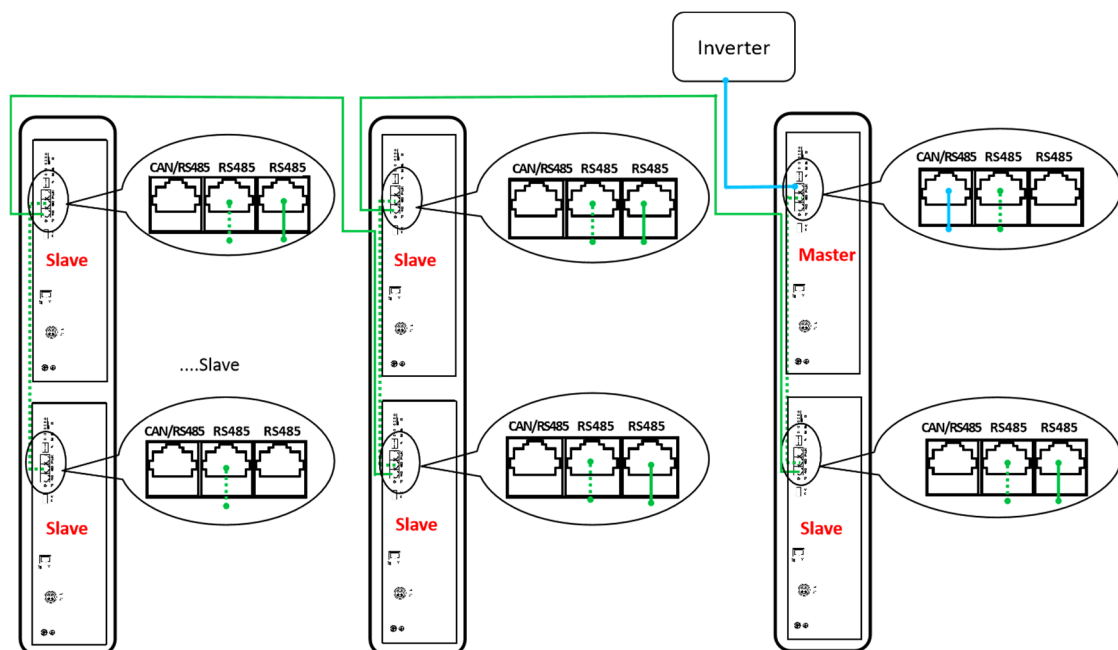

Fig. 5.3.1 Tilslutning af kommunikationskabel-3 Parallelt (30kWh)
4. Sæt kommunikationskablet i den tilsvarende RJ45-port, se Fig. 5.3.1 og Fig. 5.3.2.